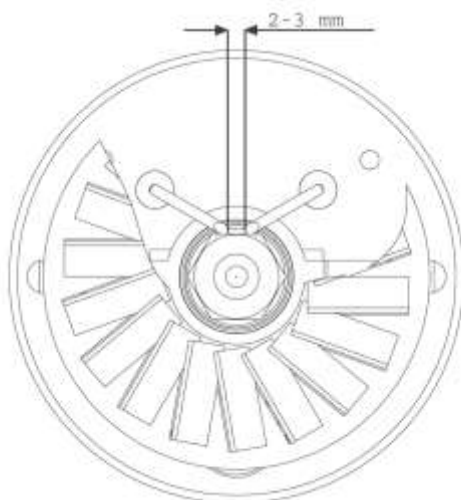

Fig .2
- Démonter le brûleur et nettoyer les différentes parties ; nettoyer les électrodes et régler leur distance (voir Fig.2).